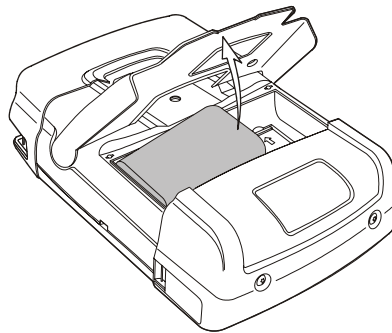

Figura 4-5. Remoção da bateria
- Levante um dos lados da bateria e remova-a (Figura 4-5)